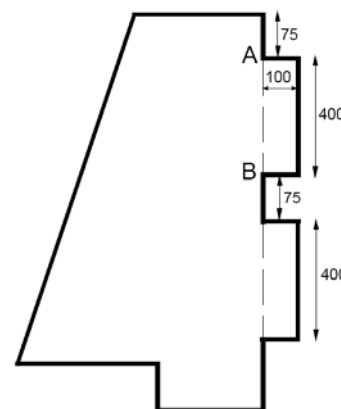

Рис. 30. Добавление выступов на правый сегмент.
40. Чтобы точно позиционировать угол A (рис. 30) обнулим относительные координаты, для чего наведем курсор на правый верхний угол контура, введем с клавиатуры команду Z и нажмем клавишу Enter.